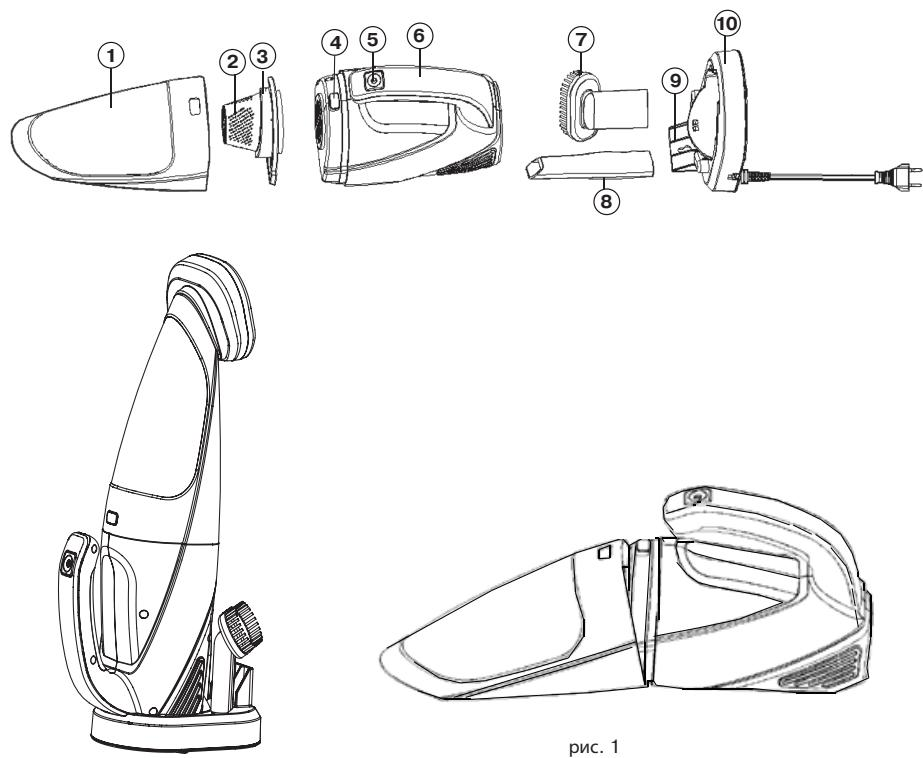

рис. 1
- Нажмите на кнопку фиксатора (4) и снимите пылесборник (1) (рис. 1).
- Расположив пылесборник (1) над мусорным ведром, извлеките фильтры (2, 3).
- Очистите пылесборник (1) от пыли и проприте его мягкой влажной тканью.
- Снимите сетчатый фильтр (2), повернув его в направлении стрелки «UNLOCK». Произведите чистку сетчатого фильтра (2).
- Очистите фильтр (3) от загрязнений и пыли.
- Фильтр (3) и сетчатый фильтр (2) можно промывать под струёй тёплой воды, перед